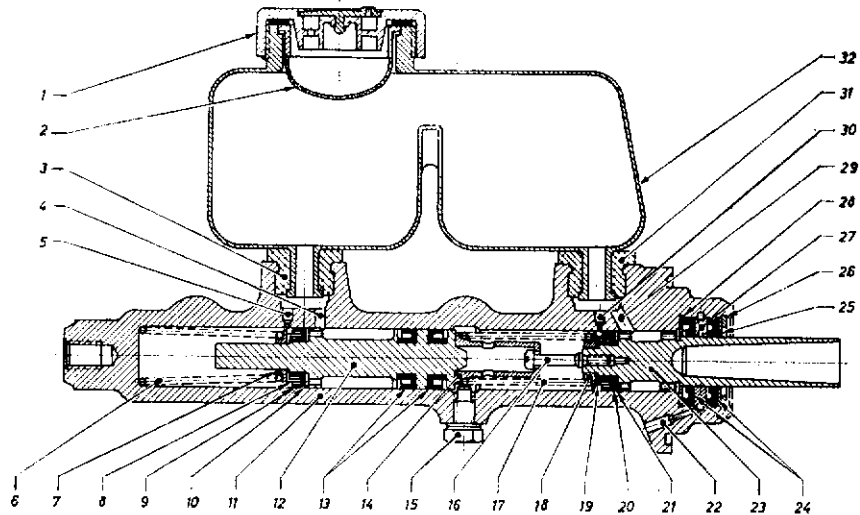

Fig. 75. — Coupe du maître-cylindre tandem
MAITRE-CYLINDRE TANDEM (fig. 75)
Ne pas omettre cependant, de dévisser la vis d'arrêt (15) du piston avant et de ne remettre cette vis en place qu'après avoir enfoncé le piston (12) dans le cylindre de manière à ce que la vis vienne derrière le piston pour l'arrêter (fig. 75).